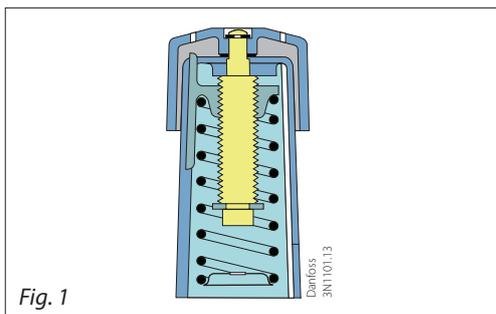

Fig. 1
1. Fig. 1. Réglage avec poignée, ressort de référence et échelle de réglage